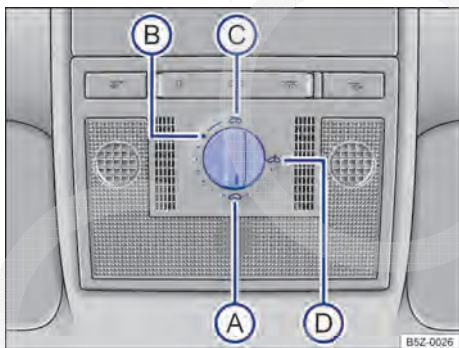

Fig. 31 No revestimento do teto: interruptor rotativo do teto solar.
Girar o interruptor rotativo → **Fig. 31** para a posição desejada para regular as seguintes posições do teto solar:
- Girar o interruptor rotativo para a posição → Fig. 31 (A) e puxar para baixo na área posterior, até que o teto solar esteja completamente fechado.